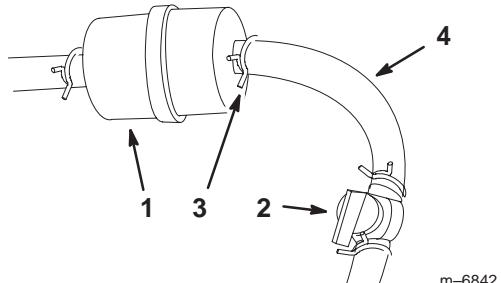

Figure 42
7. Posez un filtre neuf et rapprochez les colliers de fixation du filtre (Fig. 42).
2. Fermez le robinet d'arrivée de carburant (Fig. 42).
3. Desserrez le collier de serrage au niveau du filtre à carburant et repoussez-le le long de la conduite d'alimentation pour l'éloigner du filtre (Fig. 42).
4. Débranchez la conduite d'alimentation du filtre (Fig. 42). Ouvrez le robinet d'arrivée de carburant et laissez l'essence s'écouler dans un bidon ou un bac de vidange.
5. Raccordez la conduite d'alimentation au filtre. Rapprochez le collier de serrage du filtre pour fixer la conduite d'alimentation (Fig. 42).